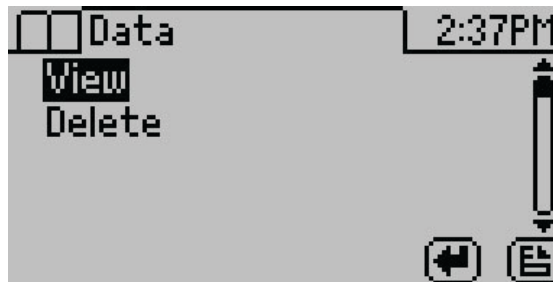

Figure 7 Data tab
1. Nhấn **MENU** để chuyển đến thư mục Data (Figure 7).